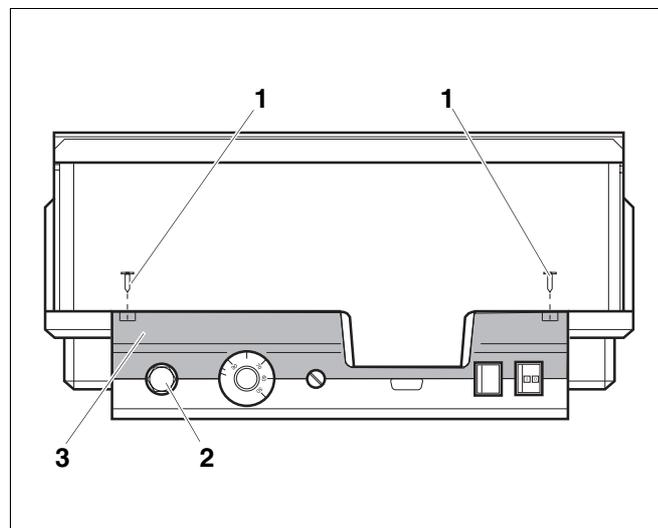

Fig. 1 Appareil de régulation Logamatic 4...
- Pour pouvoir régler les températures requises, le limiteur de température de sécurité (STB) (fig. 1, pos. 2) doit être retiré du boîtier.
- Pour démonter le limiteur de température de sécurité desserrez les deux vis (fig. 1, pos. 1).
- Retirez le couvercle (fig. 1, pos. 3).
- Dévissez le capuchon de protection (fig. 1, pos. 2).